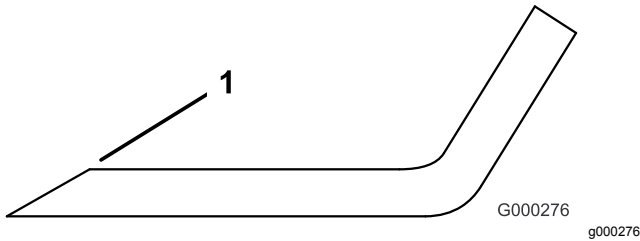

Figura 30
3. Inspeccione los filos de corte de todas las cuchillas. Afile los filos de corte si están romos o tienen mellas. Afíle únicamente la parte superior del filo y mantenga el ángulo de corte original para asegurar un filo correcto (Figura 30). La cuchilla permanecerá equilibrada si se retira la misma cantidad de metal de ambos filos de corte.